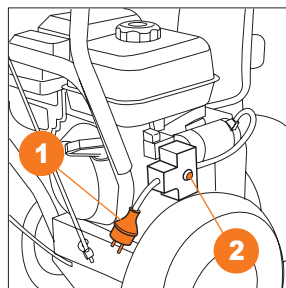

Рис. 20
- Вставьте вилку ① электрического стартера в розетку переменного тока напряжением 220В и частотой тока 50Гц.
- Нажмите красную кнопку запуска ② на корпусе электрического стартера и удерживайте ее до момента запуска двигателя, но не более 5-ти секунд (Рис. 20).